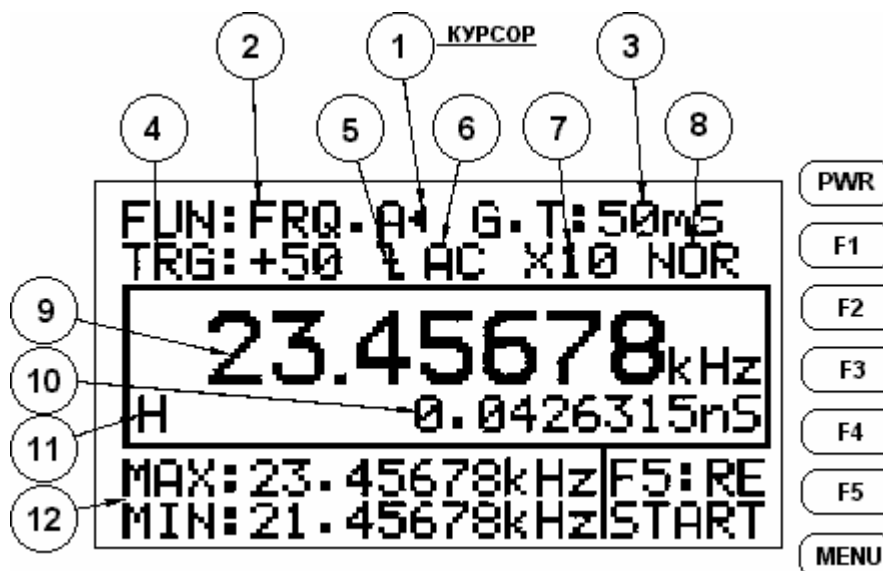

Рисунок 5. ЖКИ дисплей
Отображает результаты измерений, меню и т. д. (см. рис. 5).
- (1) При включении прибора, курсор находится в верхней части ЖКИ дисплея, как показано на **рис. 5**. Он используется для индикации и изменения установок и режимов частотомера. Если курсор имеет вид (< или >), это курсор выбора, который позволяет перемещаться в желаемый пункт меню, вращая селектор. Когда курсор изображен как (◀ или ▶), это курсор редактирования и его используют для изменения установок, на которые он указывает, путем вращения селектора.
- (2) После нажатия кнопки **[EDIT]** курсор может находиться в меню установок или в нижней части экрана при режиме программ (REL) или режиме компаратора (COMP).
- (3) Если необходимо изменить числовое значение, переместите к нему курсор выбора (< или >) и нажмите кнопку . Курсор при этом примет форму курсора редактирования (◀ или ▶). Вращая селектор, выберите цифру подлежащую изменению, при этом выбранная цифра будет подсвечена, а курсор изменит вид на (◀▶). Нажмите , курсор примет вид курсора редактирования числа (◀▶). Вращение селектора по часовой стрелке увеличивает значение числа; а против часовой стрелки уменьшает.